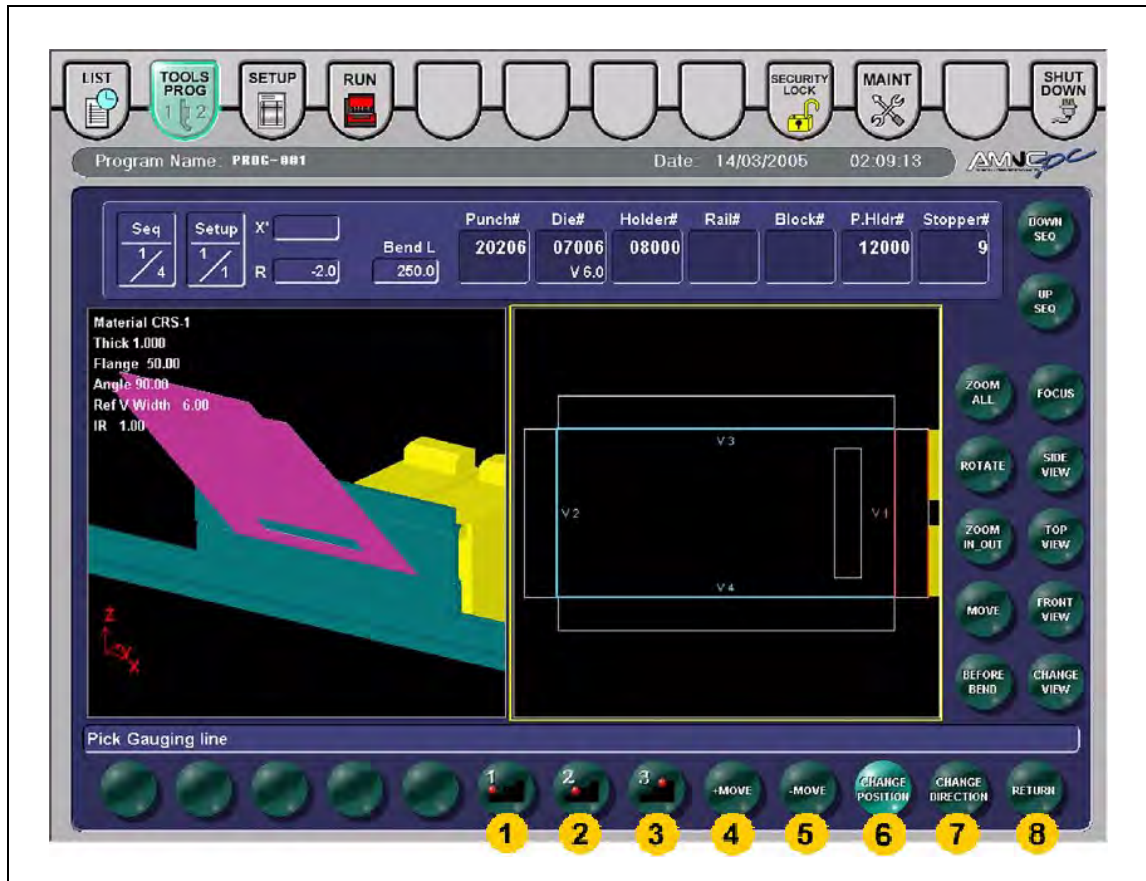

Abb. 6-26 „BACKGAUGE“-Display
- 4 Bedienfelder „- MOVE” (Kontaktposition verschieben) (Abb. 6-26, Seite 6-46)**
- 5 Bedienfelder „+ MOVE” (Kontaktposition verschieben) (Abb. 6-26, Seite 6-46)**
- 6 Bedienfeld „CHANGE POSITION” (Positionierungsmodus) (Abb. 6-26, Seite 6-46)**
- 7 Bedienfeld „CHANGE DIRECTION” (Richtung ändern) (Abb. 6-26, Seite 6-46)**
- 8 Bedienfeld „RETURN” (Rückkehr) (Abb. 6-26, Seite 6-46)**